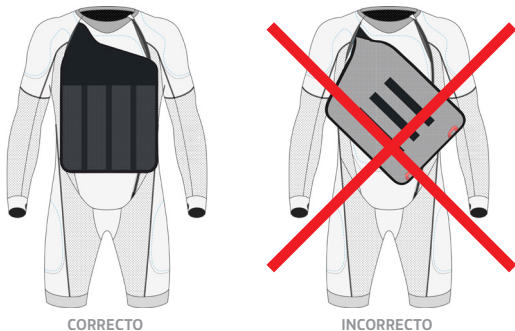

Imagen 13
1. Fije el parche de velcro presente en la parte superior del airbag (5) con el parche correspondiente presente en la capa base (1).
2. Cierre las dos conexiones de la cremallera del protector de la espalda (8).
3. Vuelva a colocar los sensores periféricos (11) en la parte posterior de los hombros. Para ello, acceda al bolsillo de los sensores a través de la abertura correspondiente, abra el bolsillo autoadherente, coloque el sensor en su asiento y cierre el bolsillo autoadherente para que el sensor quede fijado. Nota: la dirección en la que se coloca el sensor en su alojamiento no es importante, pero es esencial que los sensores que salen por el lado derecho e izquierdo del protector de espalda (7) se coloquen, respectivamente, en el hombro derecho e izquierdo, y no al revés.
4. Introduzca cada zona protectora del airbag (5) dentro del bolsillo correspondiente teniendo cuidado de colocar el airbag (5) correctamente (evitando torsiones o pliegues) y de anclar el airbag (5) utilizando todos los clips disponibles en la capa base (1). Hay 9 clips en total y se dividen de la siguiente manera: 3 clips en la zona del hombro izquierdo (LS), 2 clips en la zona del hombro derecho (RS), 2 clips para la zona del pecho (C), 1 clip para la zona de la cadera izquierda (LH) y 1 clip para la zona de la cadera derecha (RH).
¡IMPORTANTE! Debe prestarse especial atención durante la inserción de la región del airbag (5) que protege la zona del pecho para evitar que se tuerza la región más estrecha que pasa por el hombro derecho. La obstrucción del canal podría comprometer el correcto inflado y por tanto la protección del airbag (5) en la zona del pecho (ver Imagen 13).